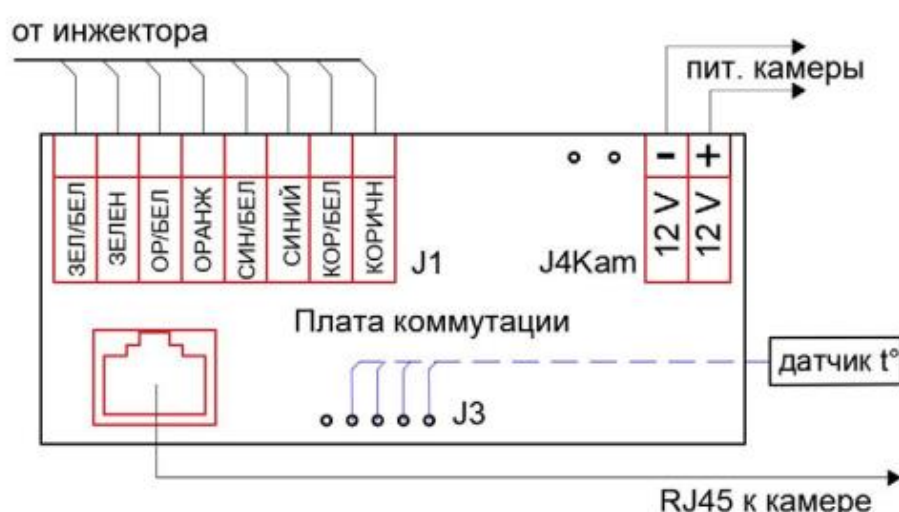
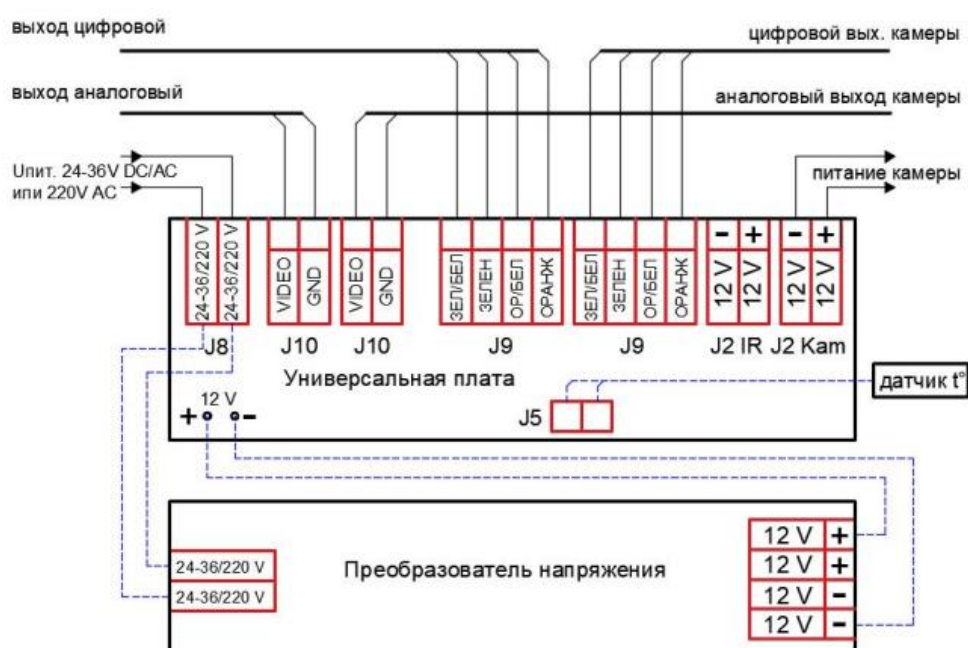
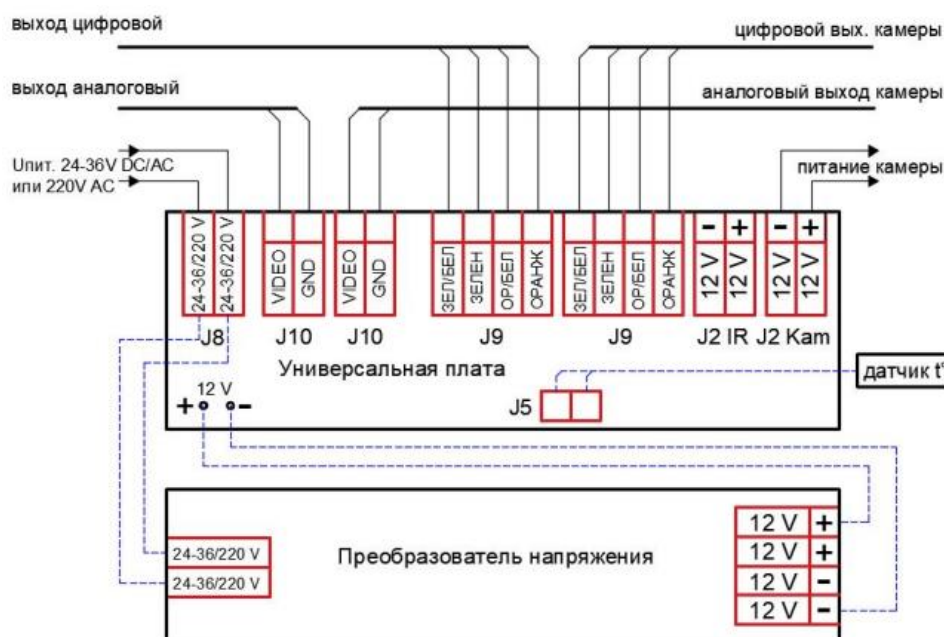
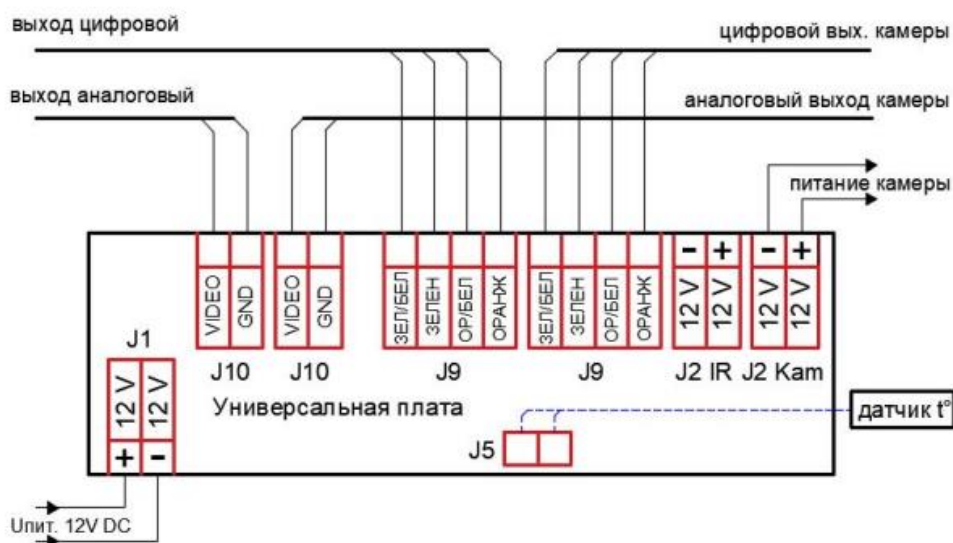

Рисунок 4.3 – Схема подключения термокожуха с напряжением питания по PoE
Рисунок 4.4 – Схема подключения термокожуха с напряжением питания 220 В переменного тока
Рисунок 4.5 – Схема подключения термокожуха с напряжением питания 24-36 В постоянного и переменного тока
Рисунок 4.6 – Схема подключения термокожуха с напряжением 12 В постоянного тока
5. Подключите питание и сигнальный выход видеокамеры к электронной плате термокожуха согласно схеме подключения (Рисунок 4.3, Рисунок 4.4, Рисунок 4.5, Рисунок 4.6).
7. Подключите видеовыход камеры к входу монитора с входным сопротивлением 75 Ом (Рисунок 4.3, Рисунок 4.4, Рисунок 4.5).